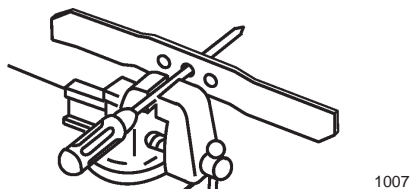

Figure 30
1. Vérifiez l'équilibre de la lame en enfilant le trou central sur un clou ou la tige d'un tournevis serré horizontalement dans un étau (Fig. 30).